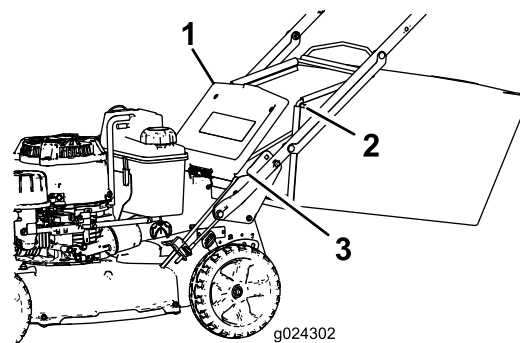

Figura 20
2. Levante y sujete la puerta trasera (Figura 20).
4. Inserte los extremos de la varilla de la bolsa en las muescas de la base del manillar, y mueva la bolsa hacia adelante y hacia atrás para verificar que los extremos de la varilla están asentados en el fondo de cada muesca (Figura 20).
3. Retire la varilla de la bolsa de recogida de las muescas de la base del manillar (Figura 20).